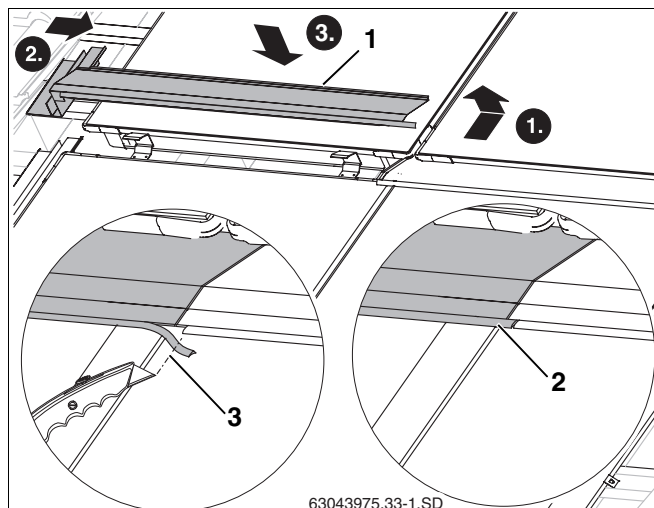

Рис. 54 Укладка левого среднего накладного листа
- Отогнутый край левого накладного листа (рис. 54, поз. 1) уложить так же, как и для правого листа в раму коллектора.
- Укоротить резиновый язычок настолько (рис. 54, поз. 3), чтобы он уперся в резиновый язычок правого накладного листа.
- Вставить резиновый язычок левого накладного листа в фальц правого накладного листа (рис. 54, поз. 2).
- Укоротить резиновый язычок настолько (рис. 54, поз. 3), чтобы он уперся в язычок правого накладного листа.